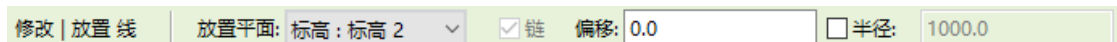

图 2-15 圆选项栏
- (1) 单击“修改|放置线”选项卡“绘制”面板上“圆”按钮，打开选项栏，如图 2-15 所示。